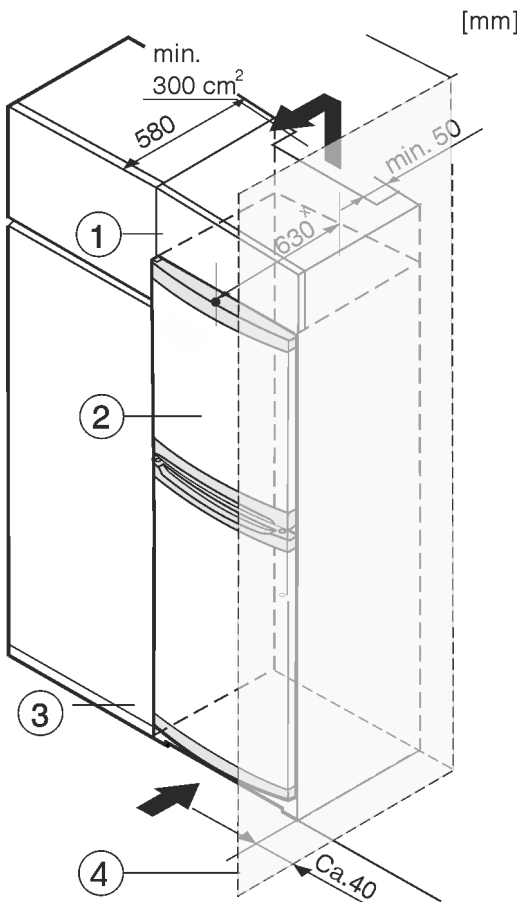

Fig. 8
Уредът може да е обграден с кухненски шкафове. За да изравните височината на уреда Fig. 8 (2) с височината на вградената кухня, над уреда може да се постави шкаф-пристройка Fig. 8 (1).
При обграждане с кухненски шкафове (дълбочина макс. 580 mm) уредът може да се постави непосредствено до кухненския шкаф Fig. 8 (3). Отстрани уредът е издаден на 34 mm *, а в средата на уреда – на 50 mm * спрямо челото на кухненския шкаф.
Когато уредът се поставя с пантите до стена Fig. 8 (4), разстоянието между уреда и стената трябва да е поне 40 mm. Това отговаря на разстоянието, с което дръжките стърчат при отворена врата.